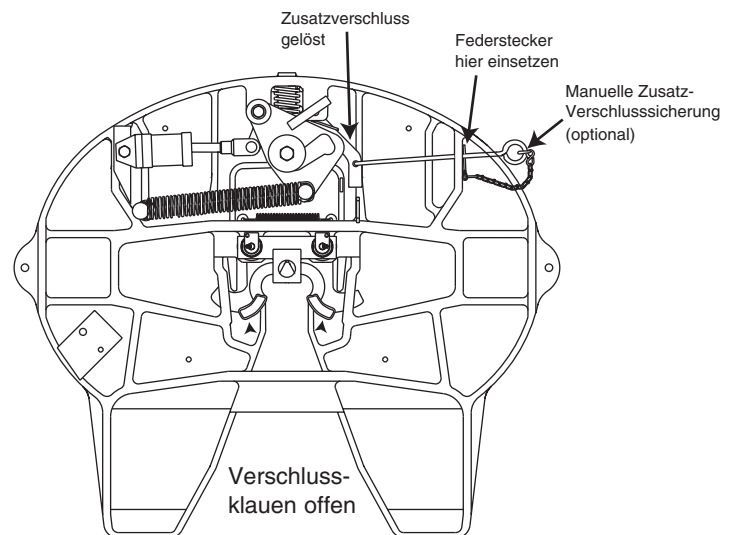

Abb. 1
2. Die Zusatz-Verschlussicherung nicht eingearastet ist (siehe Abb. 1).